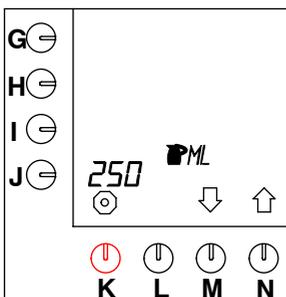

Fig. 26 Contenuto di un bricco
- Premere il tasto di selezione (N.) $\uparrow$  fino a che sullo schermo viene visualizzato quanto illustrato nella fig. 26 .